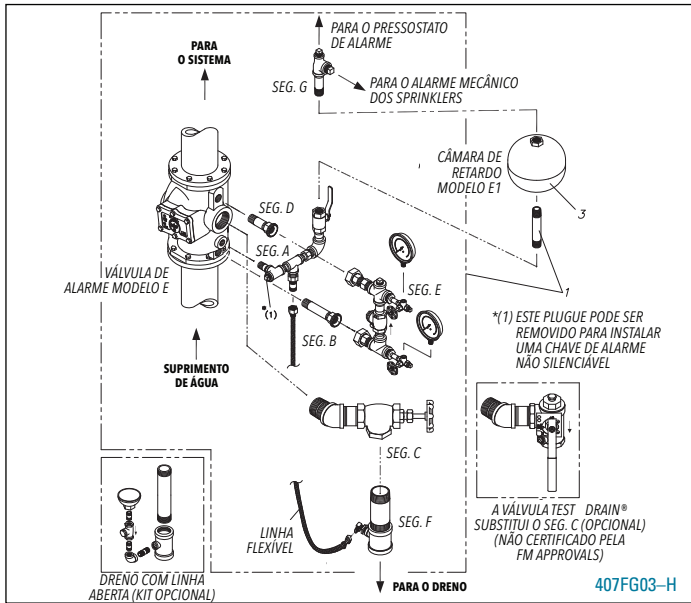
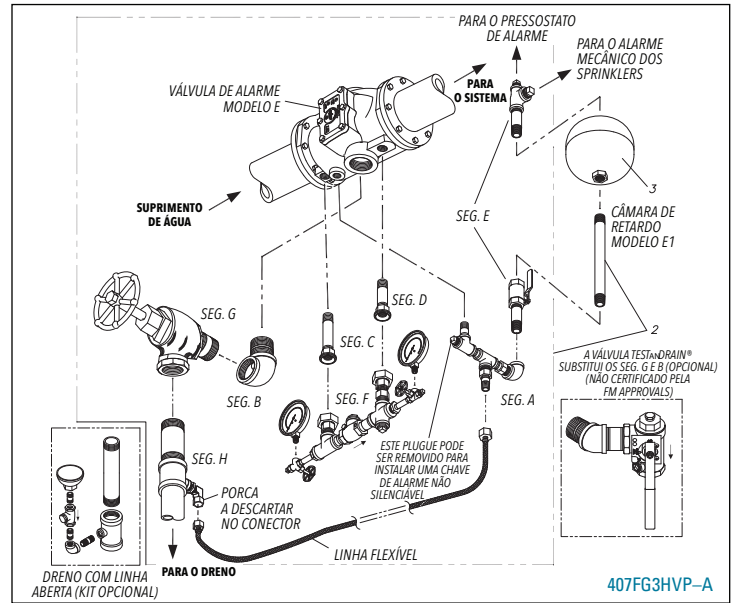

Fig. 3 – Instalação horizontal para pressão variável
Fig. 5 – Instalação horizontal para pressão variável
a conexão do tubo na direção da parte traseira da válvula de alarme. Conecte o Item 26 (abertura de drenagem da linha de alarme) ao Item 27 na linha de drenagem usando o tubo flexível fornecido (Item 11). Nota: O tubo flexível não deve apresentar dobras/torções. Nota: O segmento com o kit de dreno com linha aberta é opcional e deve ser com-prado separadamente, em substituição ao Segmento F (Fig. 3) e ao Segmento H (Fig. 5).
- Instalação horizontal (Figs. 5, 6 e 8)